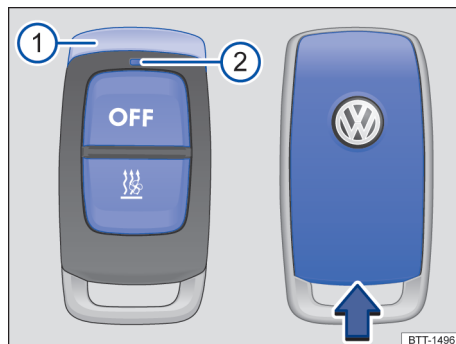

Fig. 97 Aquecimento estacionário: controle remoto (à esquerda) com compartimento da bateria (à direita).
- **Ligar:** Pressionar o botão  por aproximadamente um segundo → Fig. 97.
- **Desligar:** Pressionar o botão **OFF** por aproximadamente um segundo → Fig. 97.
Após apertar o botão, o LED indica diversos estados → Fig. 97 .
- Segurar o controle remoto com a antena verticalmente para cima → Fig. 97 ①.
- Inserir um objeto apropriado, por exemplo, uma chave de fenda, na direção da seta no rebaixo da carcaça do controle remoto → Fig. 97.
- Empurrar a cobertura da bateria em direção contrária à da seta → Fig. 97 até encaixar.